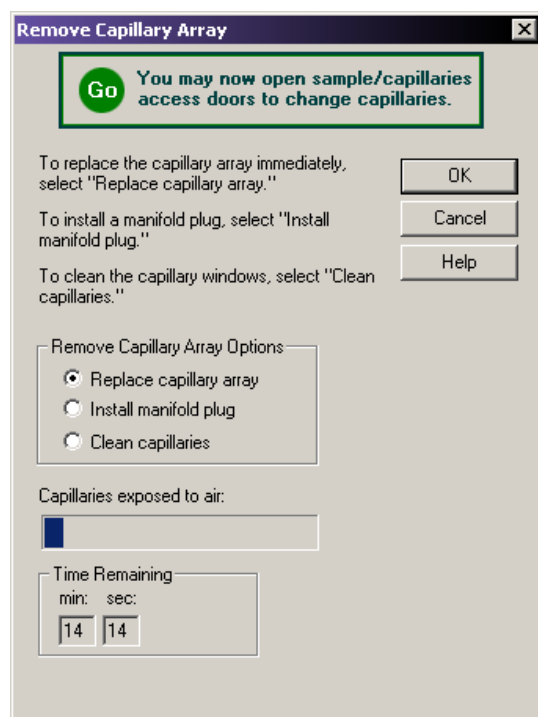

图 9.5 拆卸毛细管阵列对话框
15. 在 Remove Capillary（拆卸毛细管）对话框（图 9.5）中，选择 **Clean Capillaries**（清洗毛细管）单选按钮，并单击 **OK**（确定）。